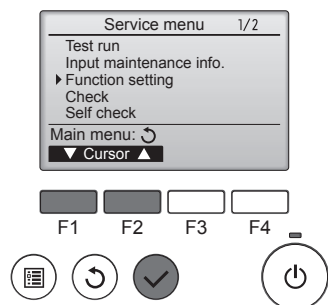

Fig. 6-2
### 6.2. Пульт дистанционного управления (Fig. 6-2)
- (Fig. 6-2)